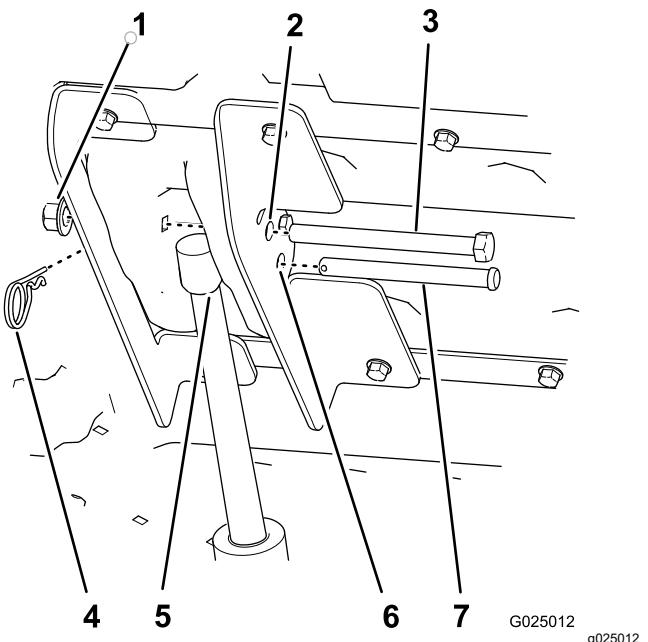

Figura 12
6. Prima a patilha no interruptor de elevação da plataforma para cima para estender a barra do atuador de elevação até que o orifício na barra se alinhe com os orifícios nos suportes interior e exterior (Figura 12).
7. Prenda o atuador de elevação aos suportes de montagem do chassis com o passador de forquilha ($2\frac{1}{4}$ pol.) e a chaveta (Figura 12).
9. Alinhe o parafuso de cabeça sextavada ($\frac{1}{2} \times 5\frac{1}{2}$ pol.) através dos orifícios de 12,7 mm ($\frac{1}{2}$ pol.) restantes nos suportes de elevação interior e exterior (Figura 12) e prenda-o com uma porca de bloqueio ($\frac{1}{2}$ pol.) até que a porca fique bem apertada.